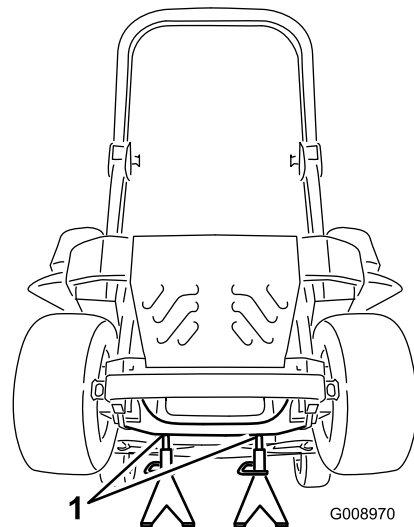

Figura 87
3. Levante la máquina y apóyela sobre gatos fijos (Figura 87).
9. Retire los gatos fijos y baje la máquina (Figura 87).